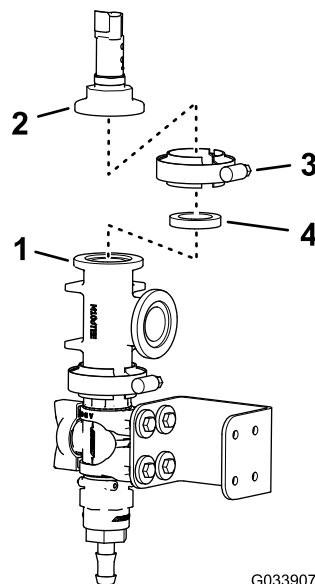

Figura 14
6. Alinee la brida del transductor de presión con la brida del acoplamiento en T, según se muestra en **Figura 14**.
7. Monte el transductor de presión en el acoplamiento en T con una junta y una brida de fijación, y apriete la brida a mano (Figura 14).